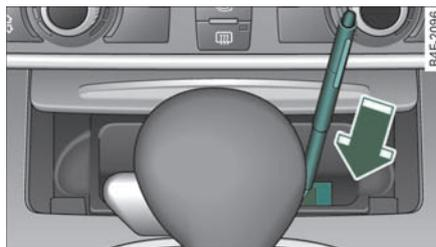

图 167 选档杆的应急开锁
- 用一把螺丝刀或类似的工具将现在可接触到的销子向下按压, 将其在此位置上压住并保持不动 =>图 167。